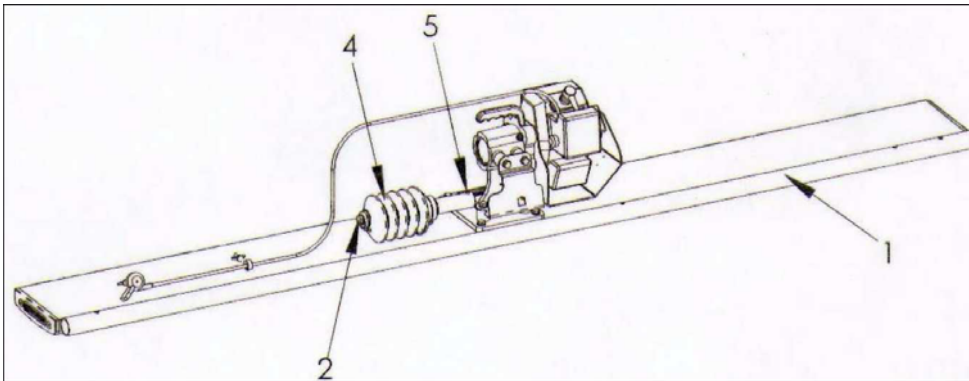

Рис. 1.7-1
- 1 – Снимите раздвижную штангу (Поз. 1) и регулятор шарнирного сочленения (Поз. 4), которые соединены вместе при помощи ленты (см. Рис. 1.7-1).